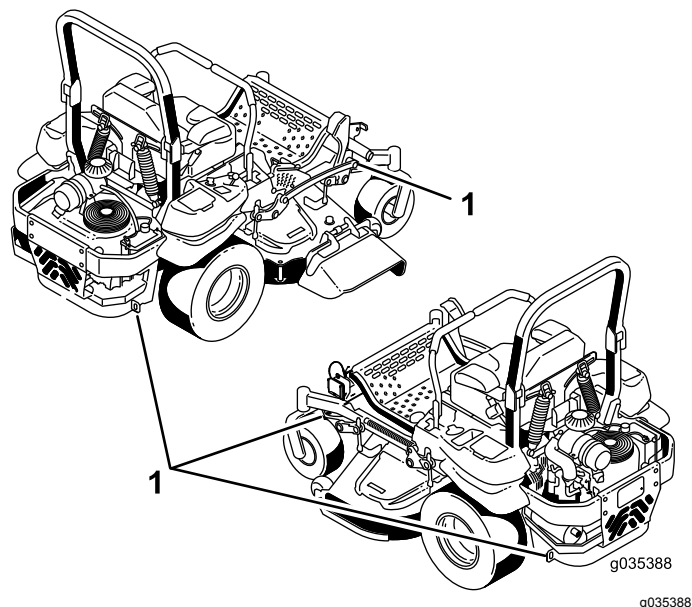

Figura 41
5. Utilize os pontos de fixação metálicos na máquina para prendê-la com segurança ao atrelado ou camião com cintas, correntes, cabo ou cordas (Figura 41).